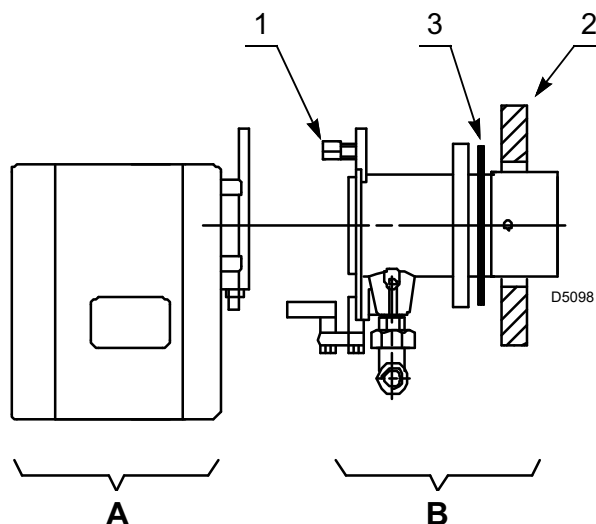

Abb. 13
- Den Flammkopf vom Brenner ausbauen, dazu die Mutter 1) abnehmen und die Gruppe **A**) herausziehen (Abb. 13).
- Die Gruppe **B**) (Abb. 13) an die Heizkesselplatte 2) befestigen und die beiliegende Isolierdichtung 3) einfügen.